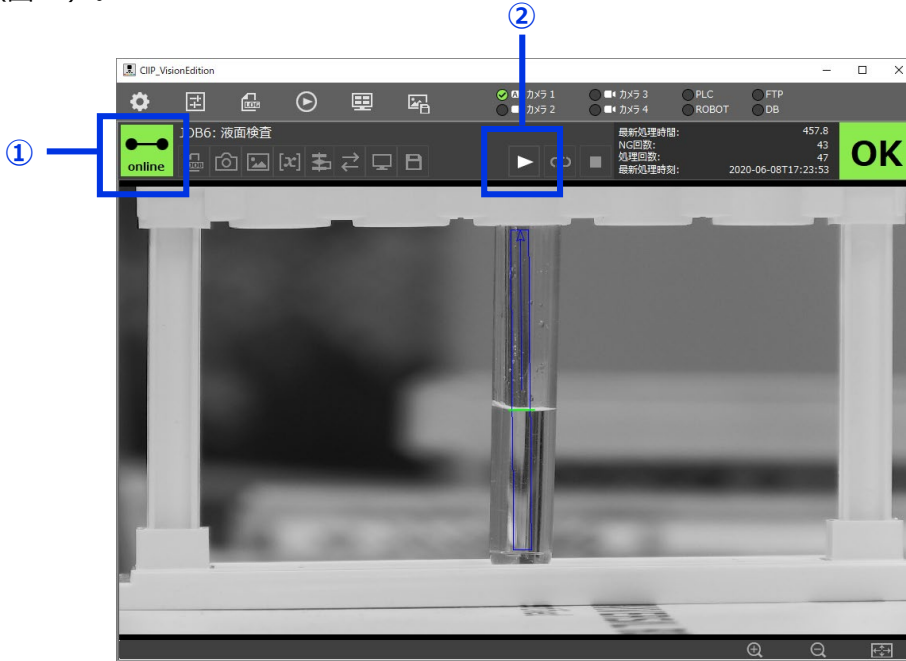

図14
- 4 メイン画左上の①「オンライン/オフライン切替」ボタンを押し、オンラインモードに切り替えます。②▶「トリガー」ボタンを押し、設定した回数だけフローを実行します(図14)。